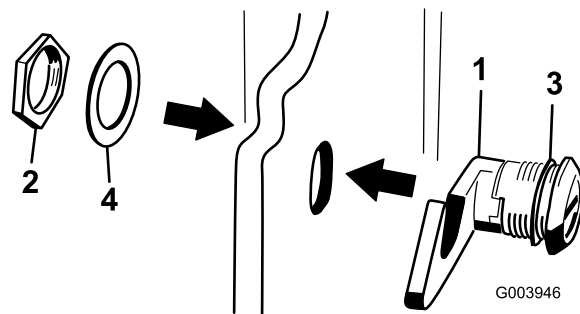

Рисунок 5
3. Отверните гайку с узла защелки капота (Рисунок 5).
4. Снаружи капота вставьте конец защелки с крючком через отверстие в капоте и убедитесь, что резиновая уплотнительная шайба осталась на наружной стороне капота (Рисунок 5).